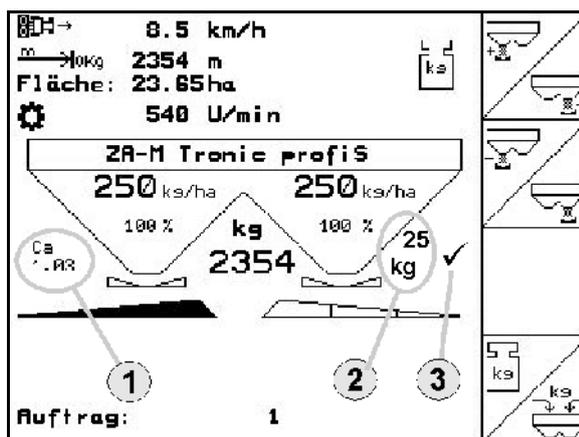

Рис. 38
- Индикатор (Рис. 38/1,2,3) погаснет.
- Распределение будет продолжаться с отображаемым коэффициентом калибровки (Рис. 38/1).